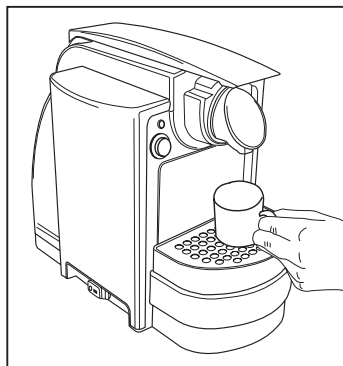

Abb. 5
- Stellen Sie sicher dass keine Kapsel eingesetzt wurde und schalten Sie das Gerät über den Hauptschalter (9) ein.
- Stellen Sie eine große leere Tasse unter die Kaffe-/Tee-/Getränkabgabeöffnung. (Abb. 5)